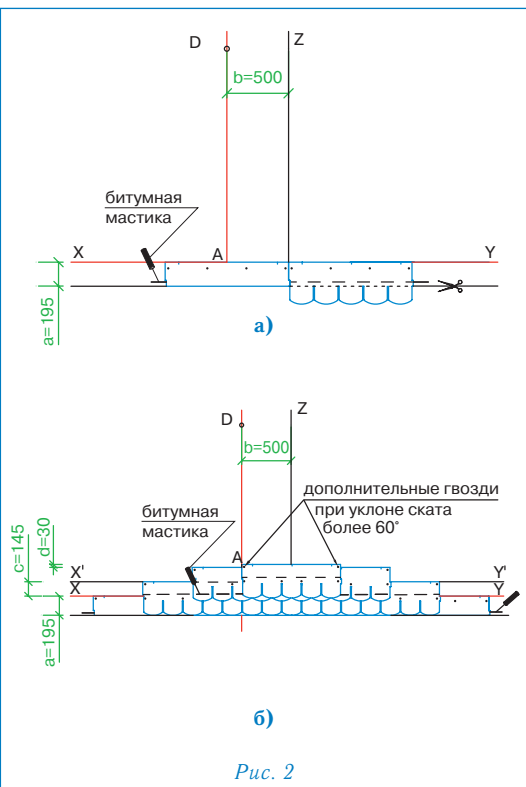

Рис. 2
Укладка материала (рис. 2)
- Начальный ряд формируется из листов черепицы ТРАДИШНЛ ПРАГА обрезанных по линии, образованной конечными точками вырезов. Полученные таким образом полосы шириной 19,5 см укладываются по линии карниза в обе стороны от линии Z (рис. 2а) и фиксируются по нижнему краю битумной мастикой, а по верхней кромке 4 гвоздями (ось гвоздей на 5 см ниже верхнего края полосы);
- далее первый ряд черепицы укладывается от линии AD (рис. 2б);
- второй ряд укладывается от линии Z (со смещением 50 см от AD) (рис. 2б);